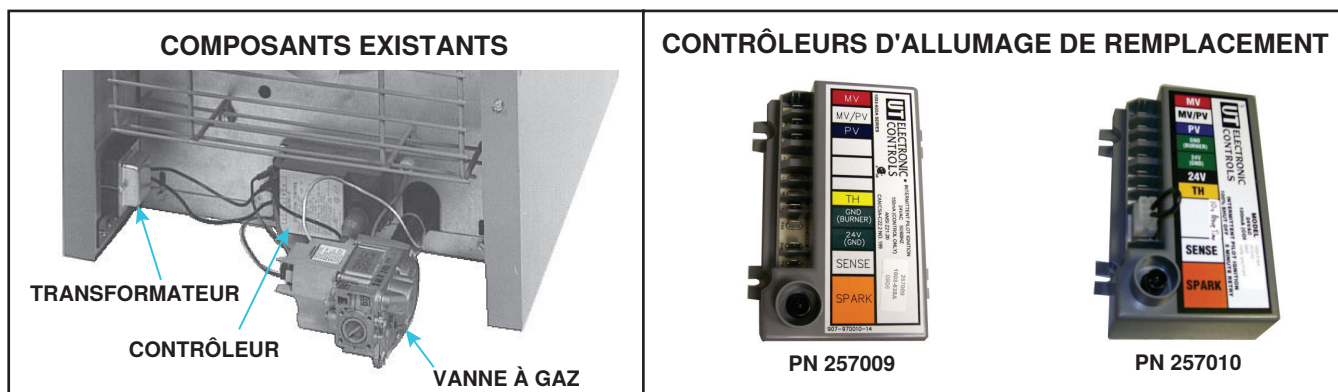

Figure 41. Emplacement du composant
- a. Débranchez la conduite de gaz principale de la vanne existante. (voir Figure 41).
- a. Débranchez et retirez le contrôleur existant (voir Figure 41).
- c. Positionner le contrôleur d'allumage de remplacement (voir Figure 41) sur le support avec les terminals de fil en bas.
- a. Débranchez les fils du transformateur existant et enlevez le transformateur (voir Figure 41).